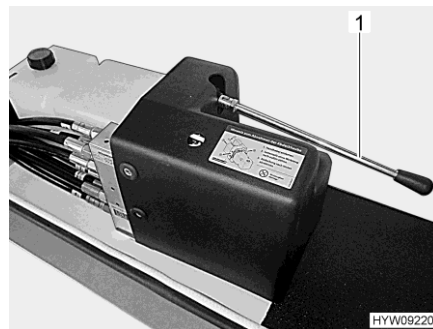

Fig. 42 Levier (commande de secours)
- Rentrer le vérin stabilisateur à l'aide de la pompe manuelle. Pour cela, pomper à l'aide du levier (Fig. 42,1), jusqu'à ce que le vérin stabilisateur soit rentré.